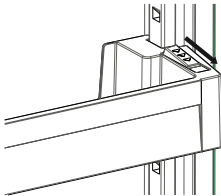

Fig.1
**Para cambiar la posición del **Adapti-Lift****, coja la parte inferior de la estantería y tire de los botones laterales de la estantería de la puerta en la dirección de la flecha (Fig. 1)